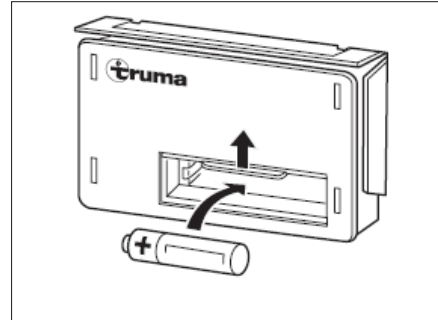

Bild 107 Batteribyte
- Skjut locket på automattändningens batterifack (Bild 107) uppåt.
- Sätt i ett nytt batteri av samma typ med polerna (+/-) åt rätt håll i automattändningens batterifack (Bild 107). Använd endast temperaturbeständiga (+70 °C) mignon-batterier, som inte kan läcka.